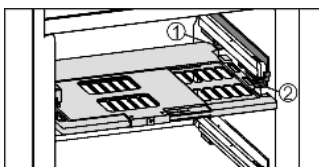

Fig. 18
- ▶ Vložení police s regulací vlhkosti: Výstupky víka police zespod zaveďte do zadních držáků Fig. 18 (1) a vpředu zaklesněte do držáku Fig. 18 (2).